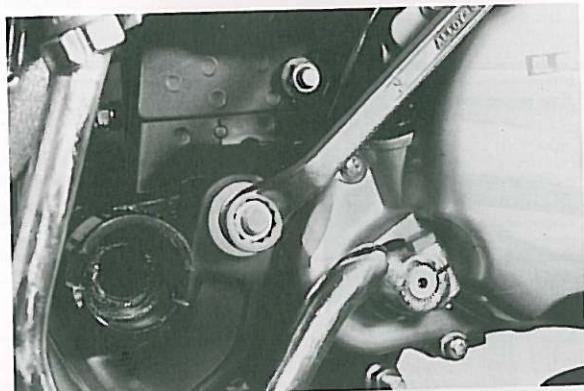

Fig. 5-8-2
1. Remove nut on swing arm pivot bolt and tap out bolt with a long aluminum or brass rod. (Fig. 5-8-2)
1. Enlever l'écrou de la broche des bras oscillants, et chasser cette broche à l'extérieur en s'aident d'une longue tige en aluminium ou en cuivre. (Fig. 5-8-2)
1. Mutter am Drehzapfen der Hinterradschwinge abschrauben und Drehzapfen mit einer langen Aluminium- oder Messingstange heraustreien. (Fig. 5-8-2)